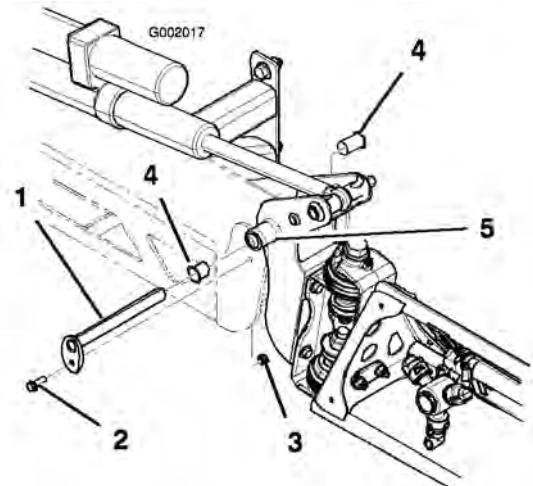

Figure 61
3. Lorsque le poids de la rampe est supporté, retirez le boulon et l'écrou de fixation de l'axe de pivot à l'ensemble rampe (Figure 61). Retirez l'axe de pivot.
5. Déposez et examinez les bagues en nylon à l'avant et à l'arrière du support de pivot (Figure 61). Remplacez les bagues défectueuses.
7. Montez l'ensemble rampe et support de pivot dans le bâti central en alignant les ouvertures (Figure 61).